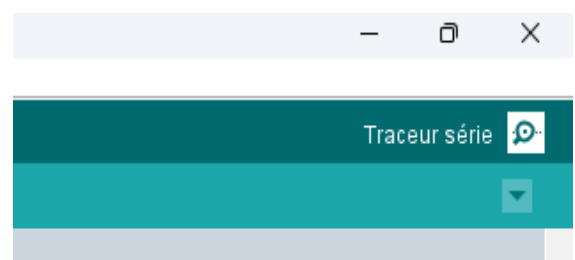

Figure 23: Position traceur série
- Ouvrir la communication série (loupe « Traceur série » en haut à droite de la fenêtre Arduino) et vérifier que l'on soit à 115 200 bauds (en bas à droite de la fenêtre série) (fig 23)